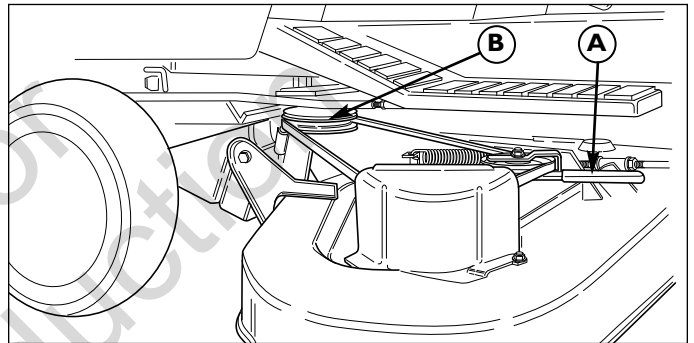

Figura 5. Retiro e instalación de la correa
3. Mueva el brazo secundario libre (A, Figura 5) para soltar la correa. Retire la correa de la polea de toma de fuerza (B).